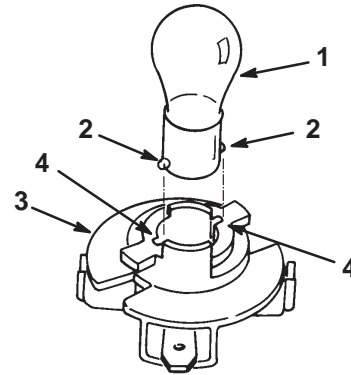

Figure 30
7. Poussez sur l'ampoule et tournez-la à fond vers la gauche (env. 1/4 tour) et retirez-la de l'embase (Fig. 30).
1. La base de l'ampoule est munie d'ergots métalliques de part et d'autre. Alignez ces ergots face aux rainures de l'embase et insérez le culot dans la douille de l'embase (Fig. 30). Poussez sur l'ampoule et tournez-la à fond vers la droite.